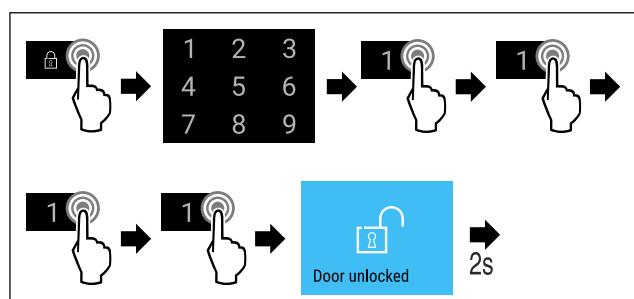

Fig. 78 Bloquear la puerta con el código de puerta 1 1 1 1.
- Seguir los pasos de procedimiento (consulte Fig. 78).